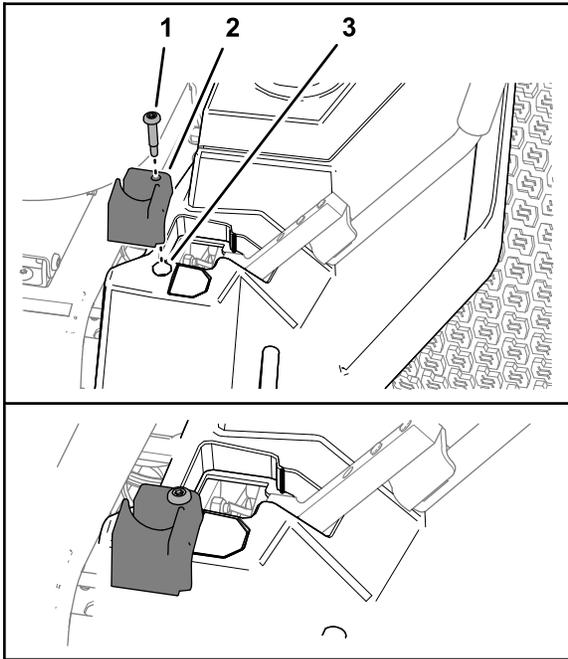

Bild 15
2. Fluchten Sie die Griffhalterung an der linken Verkleidung aus, wie in Bild 15 dargestellt.
3. Befestigen Sie den Halter mit der Ansatzschraube ($\frac{1}{4}$ " x $1\frac{5}{8}$ "") an der Verkleidung (Bild 15).